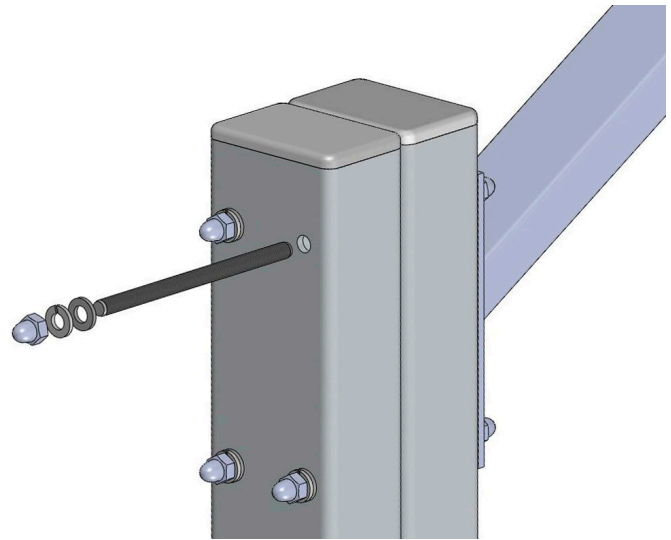

Рисунок 4. Крепление счетчика к стойке
8. Закрепите кронштейн считывателя на стойке (см. рис. 4) при помощи четырех шпилек М6, гаек и шайб, входящих в комплект поставки стойки.